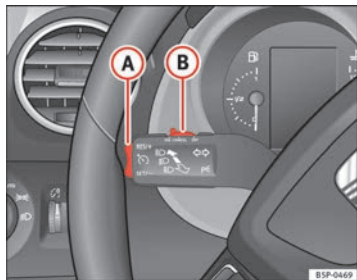

Abb. 151 Blinker- und Fernlichthebel: Schalter und Wippe für die Geschwindigkeitsregelanlage
- Schieben Sie den Schalter ⇒ Abb. 151 **(B)** nach links auf **ON**.